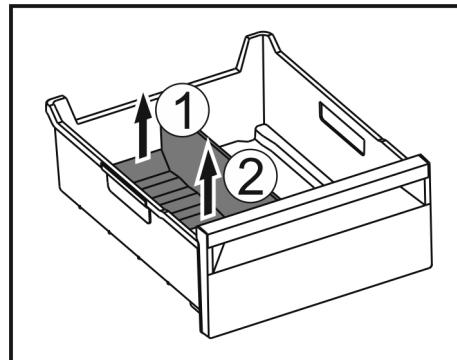

Fig. 74
- Zdvihnite zadnú časť oddelovača zásuvky na ľad. Fig. 74 (1)
- Odoberte oddelovač zásuvky na ľad nahor. Fig. 74 (2)